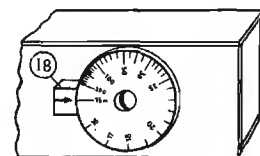

Fig. 247. Disco con scala delle distanze, e marca per la lettura.
Ci serve ancora una molla (17) che prema il rinforzo (12) contro il bullone (13); questa molla è costituita da un pezzo di piattina di ottone (8×50 mm) forata ad una estremità ed imbullonata sulla cassetta. Infine incolliamo sulla cassetta, vicino al bordo del disco, un blocchetto di legno (18) alto 20 mm ricoperto di carta da disegno. Sulla carta segniamo la posizione orizzontale con una freccia (fig. 247).
Continuando col medesimo procedimento, segniamo sulla scala le posizioni corrispondenti alle distanze di 150 e 100 m. Ci accorgeremo che le marche diventano sempre più staccate, per cui tra 100 e 50 m possiamo segnare agevolmente anche le marche 90, 80, 70 e 60 m., tra 50 e 30 m. quelle corrispondenti a differenze di 5 m, al di sotto perfino di metro in metro. Continuiamo così finché il disco ha fatto quasi un giro completo (fig. 247).